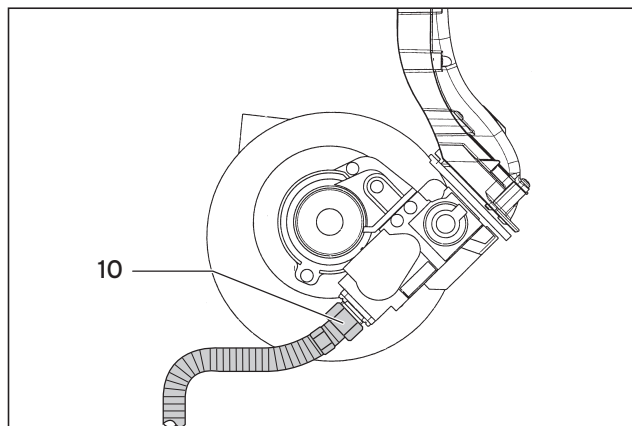

Fig. 7.2 Allentare il collegamento del gas dall'armatura del gas
**Il tubo della miscela (7) tra l'unità di regolazione del gas ed il bruciatore non deve essere aperto. La tenuta stagna del gas di questo componente può essere garantita solamente dopo un controllo effettuato in fabbrica.**
- Allentare le vite di fissaggio del tubo di aspirazione dell'aria (5) e ribaltare il tubo di aspirazione dell'aria (3) in avanti; successivamente a ciò staccare il tubo di aspirazione dell'aria dal bocchettone di aspirazione.
- Staccare i due connettori dei cavi di accensione e di messa a terra dall'elettrodo di accensione (6).
- Allentare la tubazione d'alimentazione del gas (10) sul lato inferiore della valvola del gas (fig. 7.2).
- Staccare i cavi (9) sul motore del ventilatore ed il cavo (8) sulla valvola del gas.
- Allentare i 5 dadi (2).